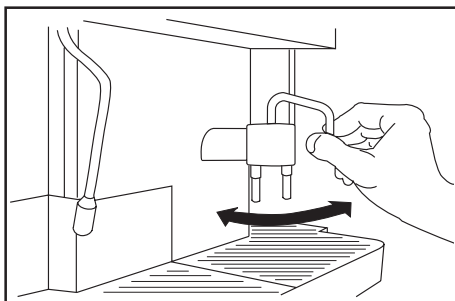

Fig. 10
- Extraer una ó dos tazas del soporte calentatazas, colocarlas bajo la boquilla dispensadora y presionar el botón de la cantidad deseada. Al alcanzar la dosis programada, la máquina se para automáticamente. Si se desea parar la salida antes de alcanzar la dosis prevista, es suficiente con presionar cualquier botón. Si se desean utilizar tazas ó vasos particularmente altos se puede aumentar la altura de la boquilla dispensadora girándola media vuelta en el sentido de las agujas del reloj (fig. 10).